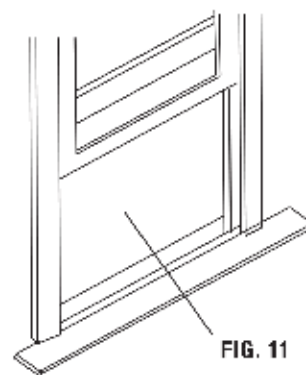

FIG. 11
1. Abra la ventana y marque el centro del alféizar de la ventana. (Fig. 11)